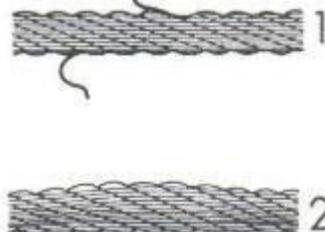

Рисунок 4. Проверка троса: (1) – использовать трос запрещено; (2) – трос готов к использованию.
- Периодически проверяйте состояние стального троса (рисунок 4).